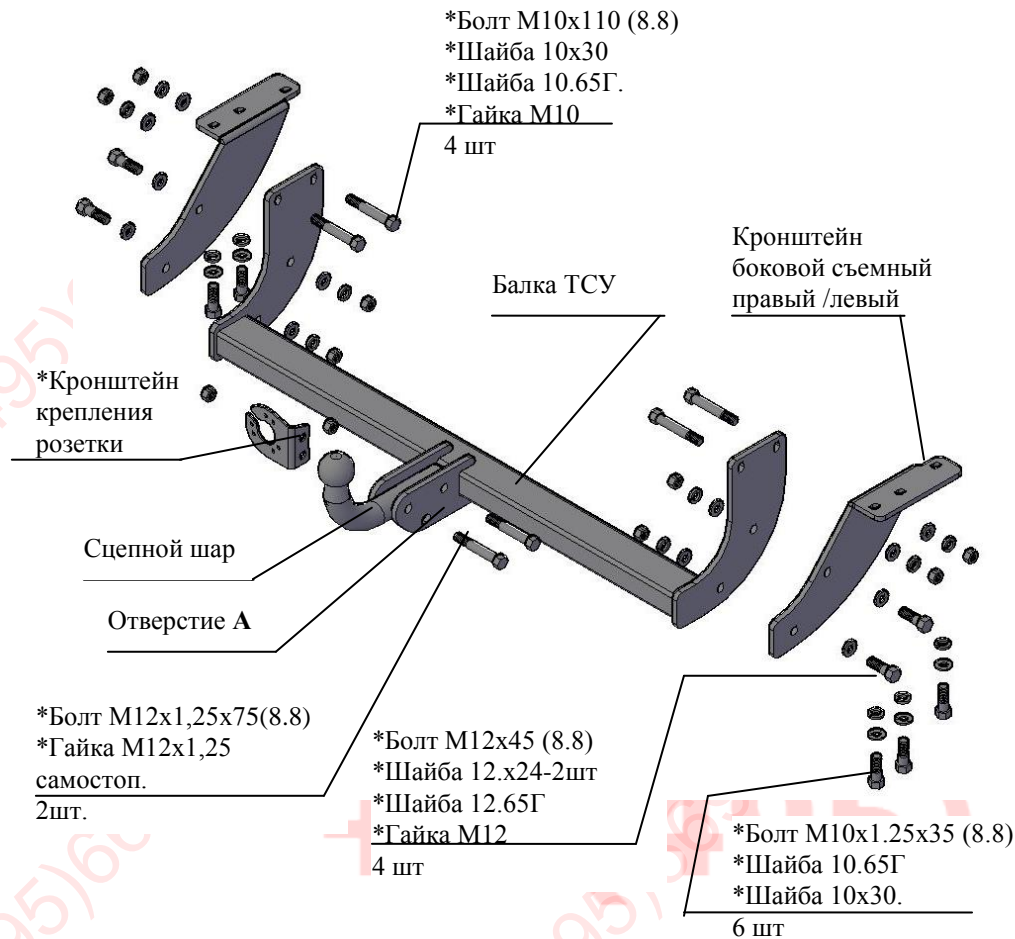

Рис.1 Тягово-сцепное устройство 7160
2.1 ТСУ 7160 в сборе (рис.1)	1 шт.
2.2 Пакет с комплектующими (см. рис.1)	1 шт.
- 4.3 Закрепить съемные боковые кронштейны (правый и левый соответственно рис.1) к нижним полкам лонжеронов болтами М10х1.25х35